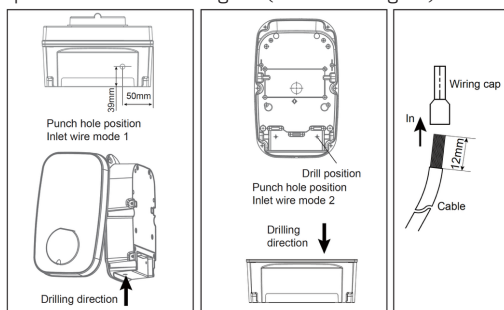

Fig. 13
- Respectar mida i posició indicats a la figura (referència fig. 13).
- a5. Connecteu el cable al bloc de borns seguint la secció "Connexió del cablejat elèctric" (referència fig. 13). Mantingueu la correspondència de conductors L/N/PE (monofàsic) o L1/L2/L3/N/PE (trifàsic).